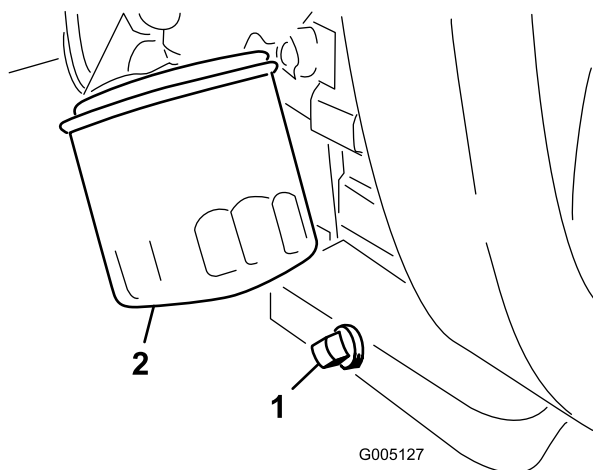

Figura 43
1. Retire o tampão de escoamento (Figura 43) e deixe o óleo escorrer para um recipiente adequado. Quando o óleo parar, volte a montar o tampão de escoamento.
2. Retire o filtro do óleo (Figura 43). Aplique uma leve camada de óleo limpo na gaxeta do novo filtro.